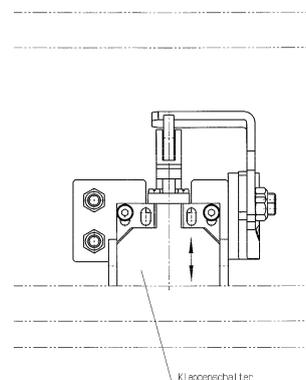

Abb. 5
Bei völlig gedrücktem Rollenhebel muss der Verriegelungsbolzen den Schnapper (Türdrucksicherung) und die Rippe (Fehlschließesicherung) in deren Bewegungsraum frei sein (Abb. 5).
- Bei gedrücktem Rollenhebel muss sich die Türdrucksicherung frei bewegen können (Abb. 5)